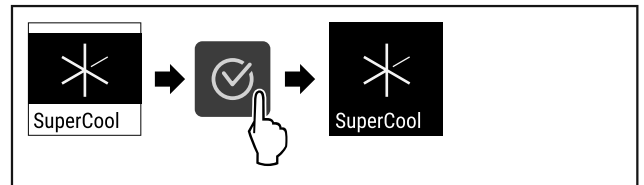

Fig. 73
- ▶ Efectuați pașii de acțiune (vezi Fig. 73).